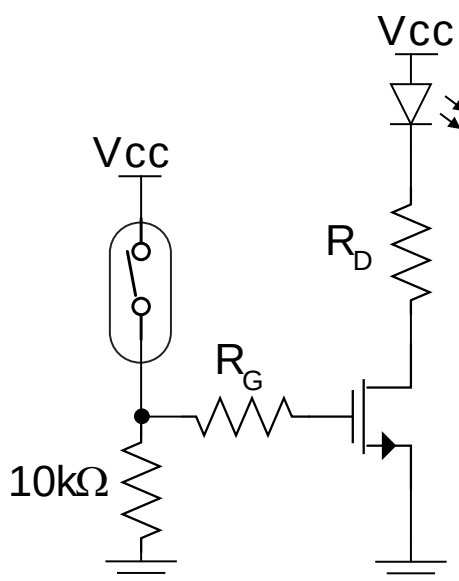

Figura 1. Circuito 1 contendo sensor magnético para ativação de carga (diodo led) em série com o terminal de dreno.
- 4.1. Monte o circuito da Figura 1 usando os valores do descritos na atividade do moodle.